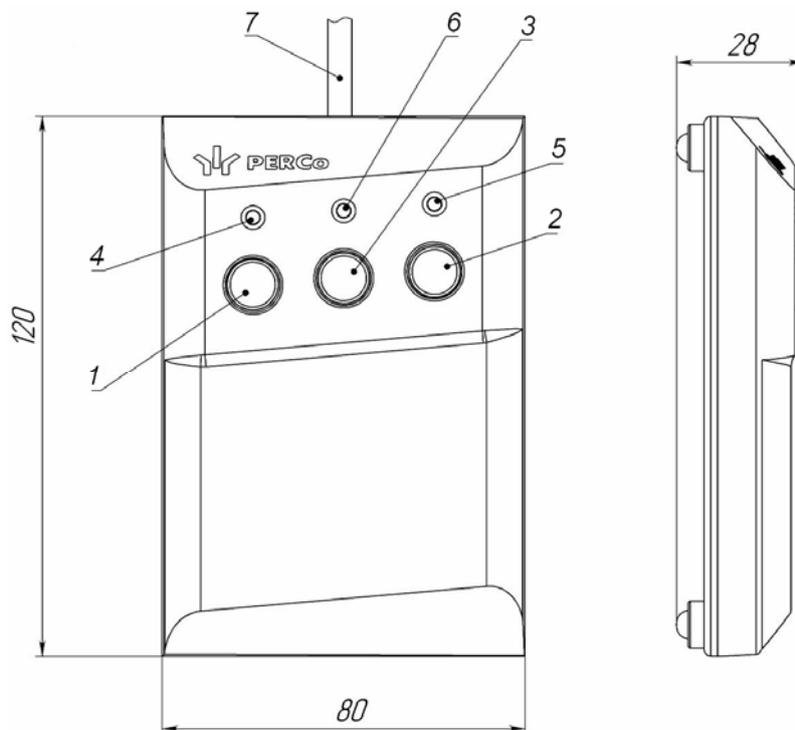

Рисунок 4. Общий вид и габаритные размеры ПДУ
ПДУ (12) выполнен в виде небольшого настольного прибора в корпусе из ударопрочного АБС пластика и предназначен для задания и индикации режимов работы при ручном управлении ЭП. Внешний вид и габаритные размеры ПДУ показаны на рис. 4.